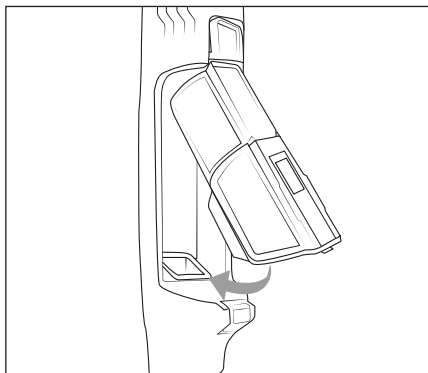

Fig. 21
- 8) Coloque primero el recipiente del filtro HEPA ⑤ y después el depósito de polvo ⑦ en el aparato (consulte la fig. 21). Asegúrese de que el depósito de polvo ⑦ encastre audiblemente en el aparato.